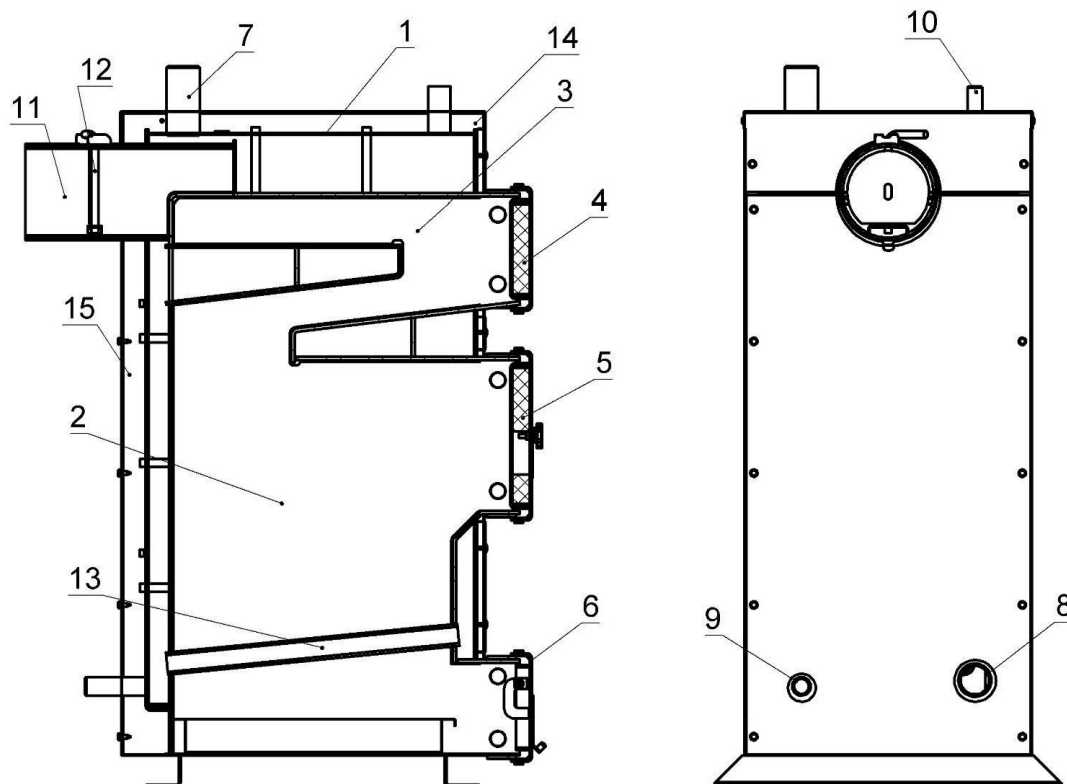

Рисунок 2 – Внешний вид и основные элементы котла типа ГОРЫНЫЧ
Внешний вид и основные элементы котла приведены на рисунке 2. Конструктивно котел представляет собой сборно-сварную конструкцию, состоящую из корпуса (поз. 1, рис. 2) с камерой сгорания (топкой) (поз. 2, рис. 2). Над топкой расположена конвекционная часть котла (поз. 3, рис. 2), представляющая собой высокоэффективный двухходовой теплообменник.
Корпус котла выполнен в форме параллелепипеда с двойными стенками, разделенными водными перегородками (поз. 15, рис. 2). На наружной поверхности корпуса под декоративной обшивкой закреплена тепловая изоляция. (поз. 16, рис. 2). Топливо для процесса сжигания загружается на колосниковую решетку (поз. 13, рис. 2) сквозь загрузочную дверцу (поз. 5, рис. 2). Сгорание топлива в топке происходит с участием воздуха, поставляемого в топку следующим образом:
Подвод и отвод теплоносителя осуществляется соответственно через патрубки обратной сетевой воды (поз. 8, рис. 2) и прямой сетевой воды (поз. 7, рис. 2).
Топочные газы выходят в дымоход через боров (поз. 11, рис. 2), расположенный в задней части котла. Боров оборудован встроенным дроссельным клапаном продуктов сгорания – шибером (поз. 12, рис. 2). В случае слишком высокой тяги в дымоходе шибер позволяет ее снизить путем частичного перекрытия выходного борового отверстия.
В верхней части корпуса котла расположен штуцер для установки группы безопасности котла (поз. 10, рис. 2) или предохранительный клапан.
На боковой стенке корпуса в нижней ее части расположен штуцер для слива воды из котла (поз. 9, рис. 2).
- дверцы для периодического обслуживания (чистки) конвекционной части котла (поз. 4, рис. 2);
- ревизионная дверца (поз. 6, рис. 2) для периодической чистки колосниковых решеток.
Регулятор тяги необходимо подсоединить к патрубку с внутренней резьбой, который находится в верхней части корпуса (рис. 2). Резьбовое соединение при этом нужно уплотнить. Регулятор повернуть таким образом, чтобы наконечник для крепления шестигранного рычага (из комплекта регулятора) был направлен вправо.